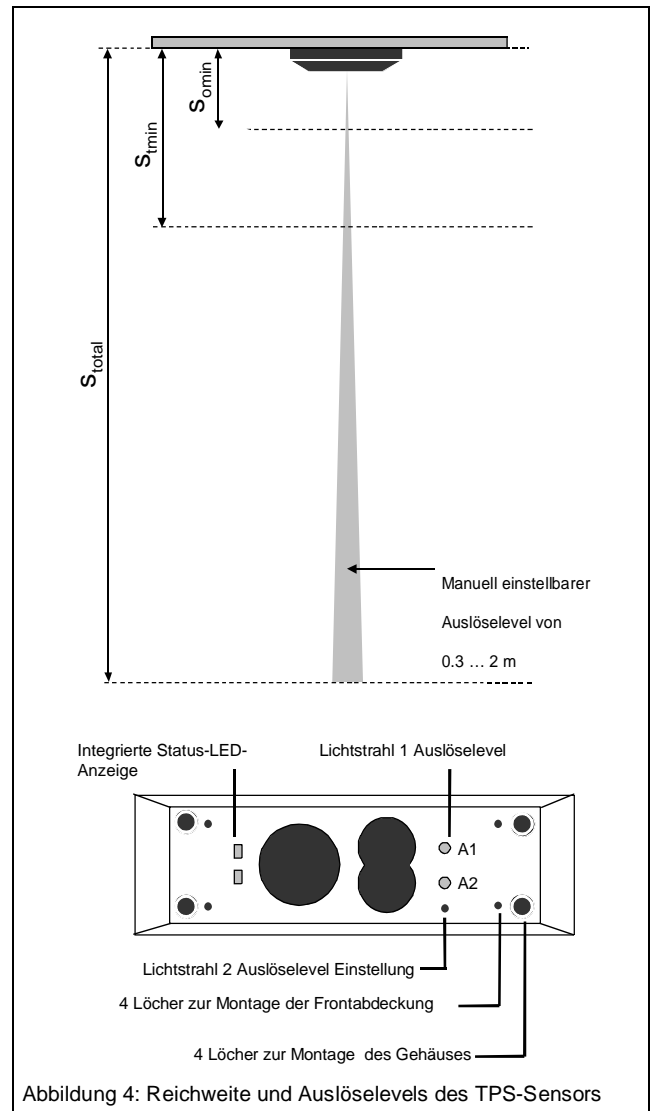

Abbildung 4: Reichweite und Auslöselevels des TPS-Sensors
5. Auslöselevel einstellen (siehe Abbildung 4)
6. Auslöselevel einstellen (siehe Abbildung 4)